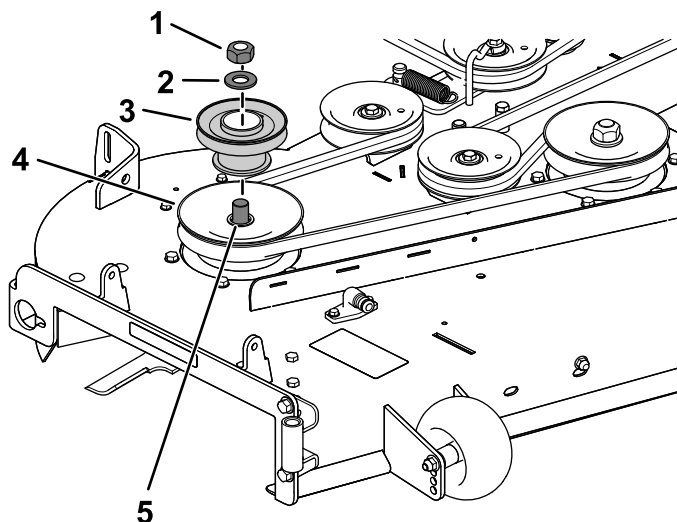

Figura 10
2. Montai ansamblul fuliei din dreapta punii mâinii de tins iarba cu piulița și aiba îndepărtate anterior (Figura 10).